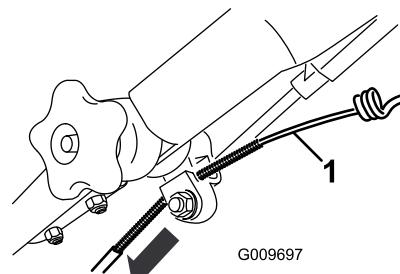

Figure 50
- Tirez la gaine du câble vers le bas jusqu'à ce qu'il n'y ait plus de mou dans le câble exposé (Figure 50).